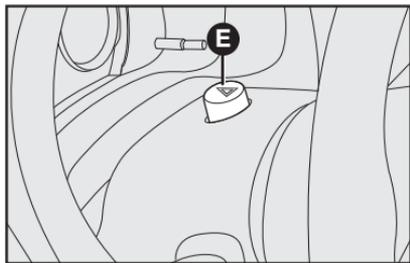

fig. 63
**E** - Botão com indicação de função para ligar/desligar as luzes de emergência **fig. 63**.